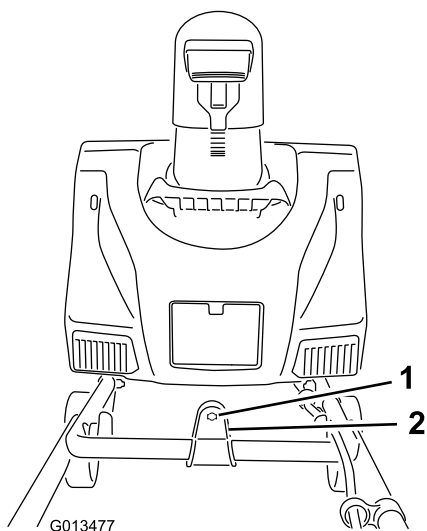

Figura 4
2. Insira a extremidade da barra de controlo da calha através do furo no suporte que está ligado à parte superior da pega inferior (**Figura 4**).